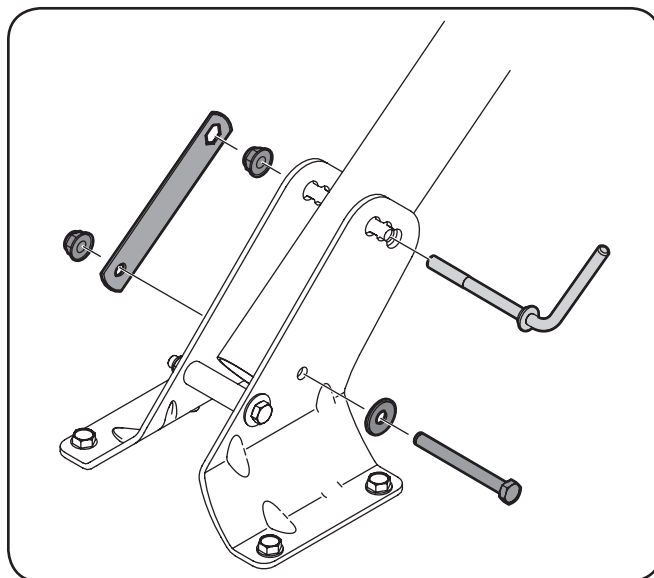

Figure 3-1
1. Installez la poignée à l'aide de la manivelle, de la plaque de retenue et des écrous autobloquants hexagonaux qui se trouvent dans le sachet de quincaillerie. Voir Figure 3-1.